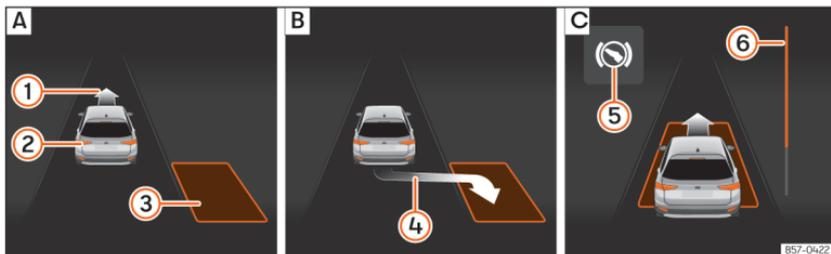
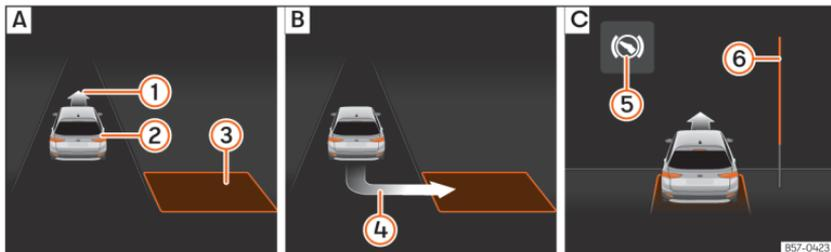

Fig. 128 No ecrã do painel de instrumentos: estacionar em paralelo. **A**: Procurar um lugar de estacionamento. **B**: Posição para estacionar. **C**: Manobrar.
Fig. 129 No ecrã do painel de instrumentos: estacionar em espinha. **A**: Procurar um lugar de estacionamento. **B**: Posição para estacionar. **C**: Manobrar.
para estacionar >>> **Fig. 128 B** ou >>> **Fig. 129 B**. O lugar foi considerado “apropriado” se no ecrã do painel de instrumentos aparecer a indicação de estacionar **4**.
- Retroceda até o sinal contínuo do ParkPilot soar; **OU:** retroceda até aparecer a indicação de marcha à frente no ecrã do painel de instrumentos »» Fig. 128 [C] ou »» Fig. 129 [C]; **OU:** retroceda até aparecer a mensagem **Park Assist finalizado** no ecrã do painel de instrumentos. A barra de progresso ⑥ indica a distância a percorrer.
- Carregue no pedal do travão até o sistema de estacionamento assistido terminar de realizar as rotações do volante; **OU:** até o símbolo ⑤ no ecrã do painel de instrumentos se apagar.
- Faça marcha à frente até soar o sinal contínuo do ParkPilot; **OU:** faça marcha à frente até aparecer a indicação de fazer marcha-atrás no ecrã do painel de instrumentos. O sistema de estacionamento assistido manobra o veículo em frente e em marcha-atrás até centrá-lo no lugar »» Fig. 128 [C] ou »» Fig. 129 [C].
A barra de progresso »» Fig. 128 ⑥ e
»» Fig. 129 ⑥ mostra simbolicamente no ecrã do painel de instrumentos a distância relativa que ainda falta percorrer. Quanto maior for a distância, mais cheia está a barra de progresso. Ao circular em marcha à frente, o conteúdo da barra de progresso diminui para cima, e ao circular marcha-atrás, diminui para baixo.